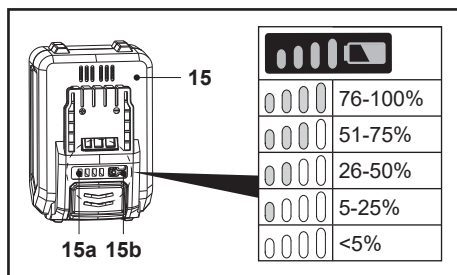

Fig. 5
La batterie (15) est équipée d'indicateurs de capacité (15a) qui affichent la capacité restante de la batterie. Appuyer sur le bouton de capacité de la batterie (15b) pour en vérifier la capacité (Fig. 5). Les LED restent allumées pendant environ 5 secondes.